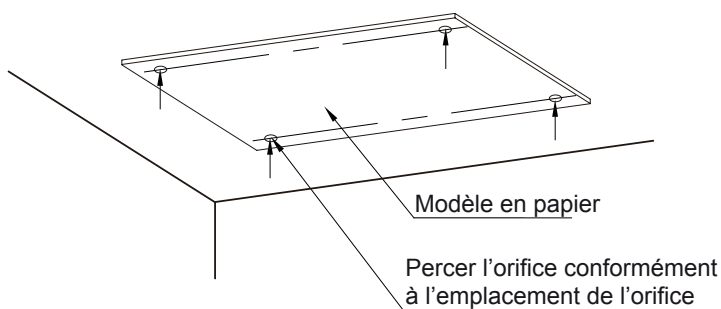
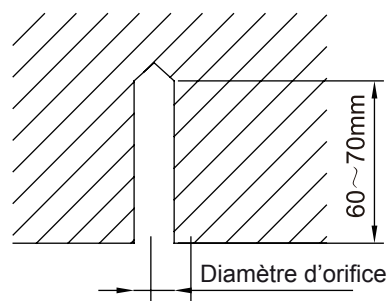

Fig 4.1.2
Fig 4.1.3
- 1) Coller le modèle de pose sur la position d'installation, percer 4 trous conformément aux emplacements des trous sur le modèle comme indiqué sur la fig 4.1.2 ; le diamètre du trou de perçage est conforme au boulon expansible et sa profondeur est de 60-70 mm, comme indiqué sur la fig 4.1.3.